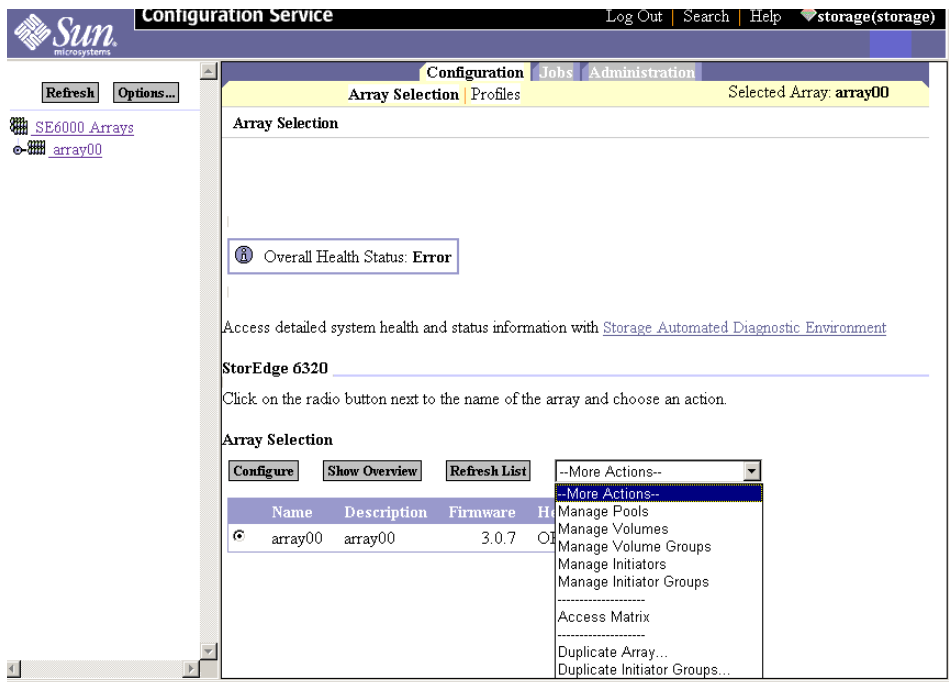

図 E-1 「アレイの選択」ウィンドウからのアクションへのアクセス
- 「アレイの選択」ウィンドウ (図 E-1) が表示されます。
ここで示されている例では、「構成」タブ->「アレイの選択」ウィンドウの「その他のアクション」メニューから使用できる各機能の「管理」ウィンドウから各機能の構成を始めます (図 E-1)。